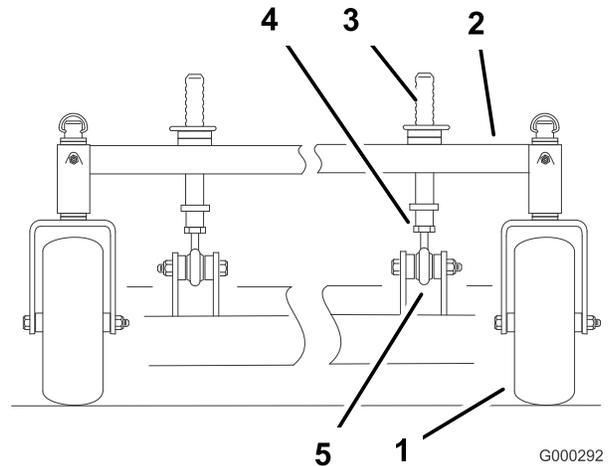

Bild 59
Durch Einstellen der vorderen Schnitthöhen Säulen lässt sich die Längsneigung einstellen (Bild 59).
Lockern Sie zum Anheben der Vorderseite des Mähwerks die Klemmmutter und drehen Sie den vorderen Stift nach rechts (Bild 59).
Lockern Sie zum Absenken der Vorderseite des Mähwerks die Klemmmutter und drehen den vorderen Stift nach links (Bild 59).
2. Messen Sie von einer ebenen Fläche bis zu den Stellen **C** und **D** (Bild 59) an den Schnittkanten der Messer.
4. Ziehen Sie dann die Klemmmuttern fest (Bild 59).